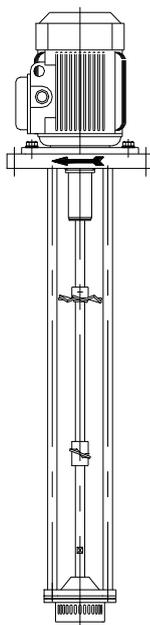

Рис. 5.1.
3. Убедиться, что крыльчатка вращается в правильном направлении (по часовой стрелке, если смотреть со стороны привода). См. рис. 5.1.